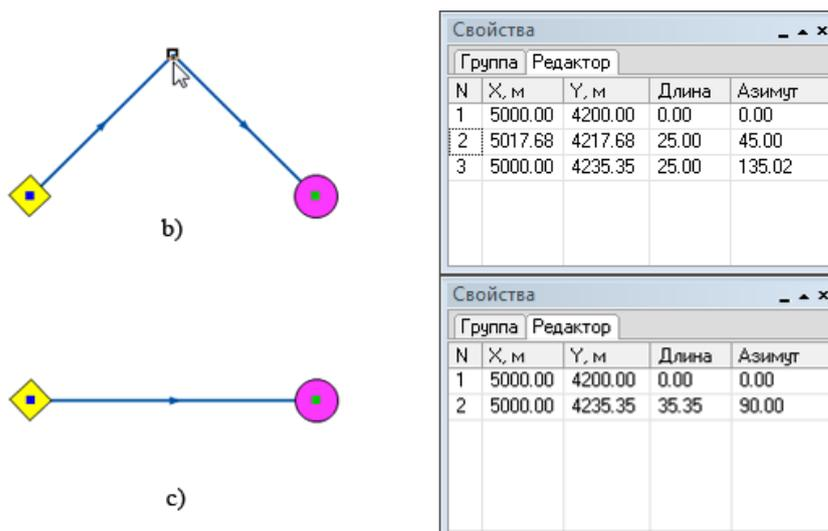

Рисунок 6.10. Удаление точки перелома из Панели свойств
5. Поставить курсор на строку, характеризующую удаляемую точку и нажать на клавиатуре комбинацию клавиш Ctrl+Delete. (см. Рисунок 6.10, «Удаление точки перелома из Панели свойств»b);
6. Выделенная точка и строка, соответствующая ей удалится, а отрезок выпрямится (см. Рисунок 6.10, «Удаление точки перелома из Панели свойств»с).